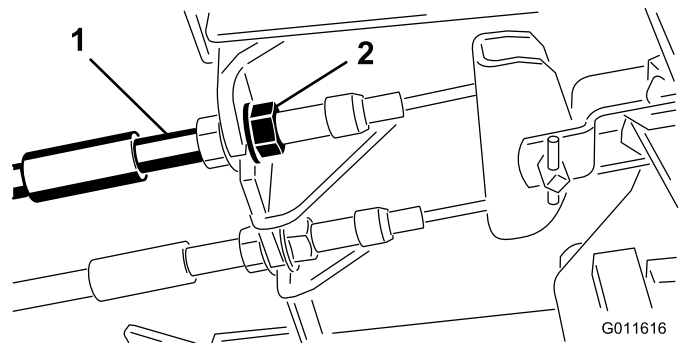

Figura 68
1. Per ridurre il gioco dei pedali del freno, stringete i freno allentando il dado anteriore sull'estremità filettata del cavo del freno (Figura 68).